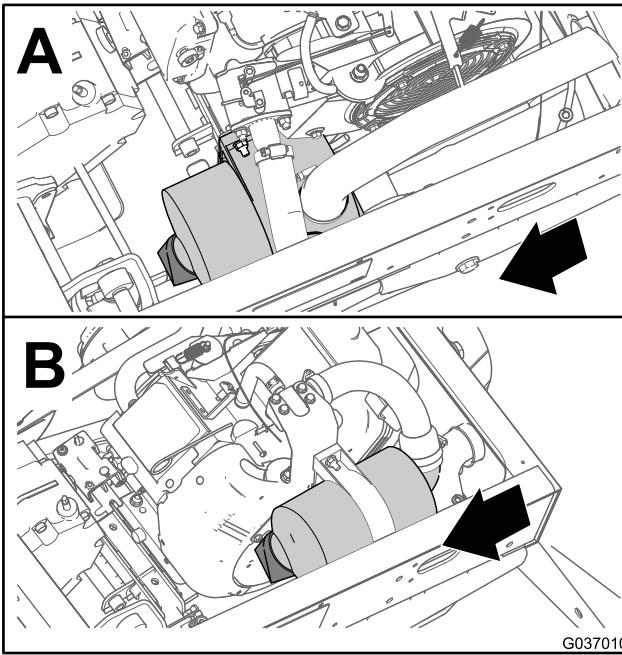
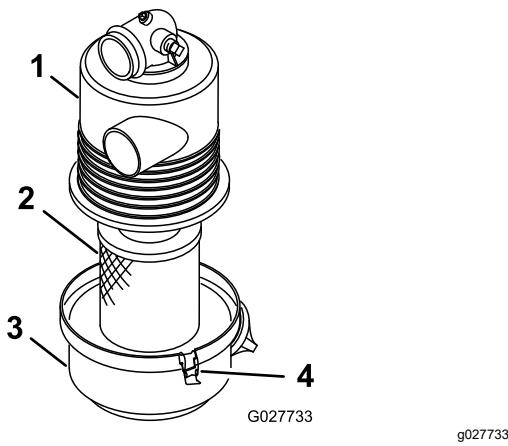

Bild 32
Bild 33
2. Prüfen Sie das Luftfiltergehäuse auf Schäden, die eventuell zu einem Luftleck führen könnten (Bild 32 und Bild 33).
3. Lösen Sie die Riegel, mit denen die Abdeckung des Luftfilters am Luftfiltergehäuse befestigt ist (Bild 33).
4. Nehmen Sie die Luftfilterabdeckung vom Luftfiltergehäuse ab und reinigen Sie die Innenseite der Abdeckung (Bild 33).
3. Setzen Sie den Luftfiltereinsatz in das Luftfiltergehäuse ein (Bild 33).
4. Fluchten Sie die Luftfilterabdeckung mit dem Luftfiltergehäuse aus (Bild 33).
5. Befestigen Sie die Abdeckung mit den Laschen am Gehäuse (Bild 33).